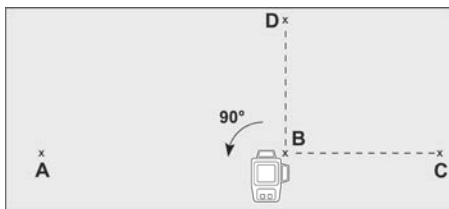

Рисунок 11
3.7.5 На відстані мінімум 5 метрів від приладу позначте на лінії, яка спроектована переднім вертикальним променем, точку «Д» (дивіться рисунок 11).